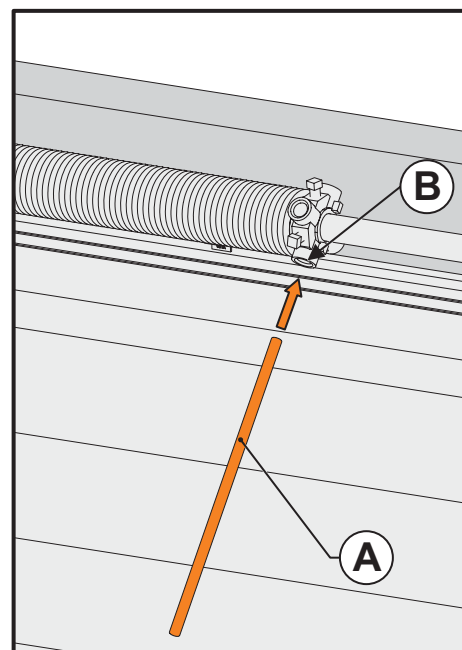

Figure 6a
- Insérez le barre **(A)** dans le trou **(B)** du mandrin du ressort, comme indiqué sur la figure 6a.